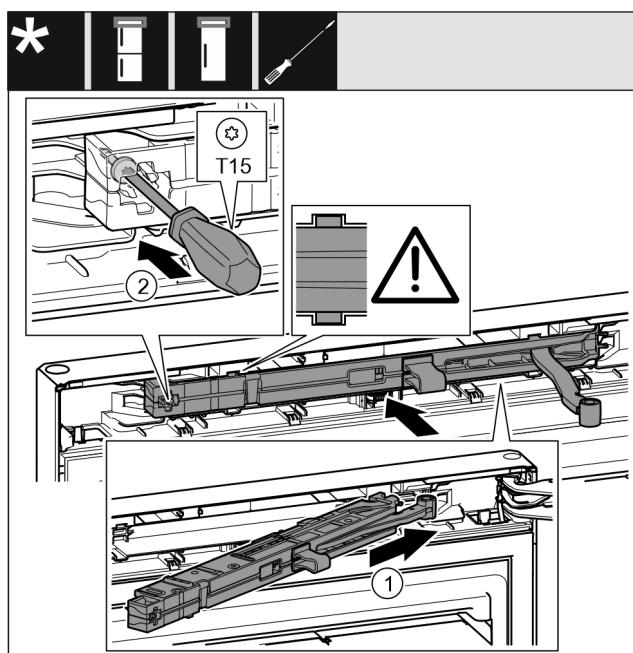

Fig. 49
- ▶ Вставьте узел амортизатора в выемку со стороны опорного кронштейна под наклоном до упора. *Fig. 49 (1)*
- ▶ Затяните винт отверткой T15. *Fig. 49 (2)*